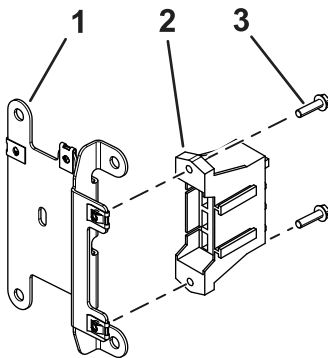

Figure 3
3. Fixez le bloc-fusible du faisceau sur la plaque de montage à l'aide de 2 vis (n° 10 x 3/4"), comme montré à la Figure 3.